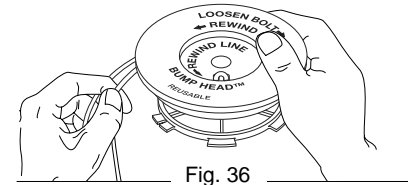

Fig. 36
- Bobine las líneas en capas parejas y ajustadas sobre el carrete (Fig. 36). Bobine la línea en la dirección indicada en el carrete interior. Coloque su dedo